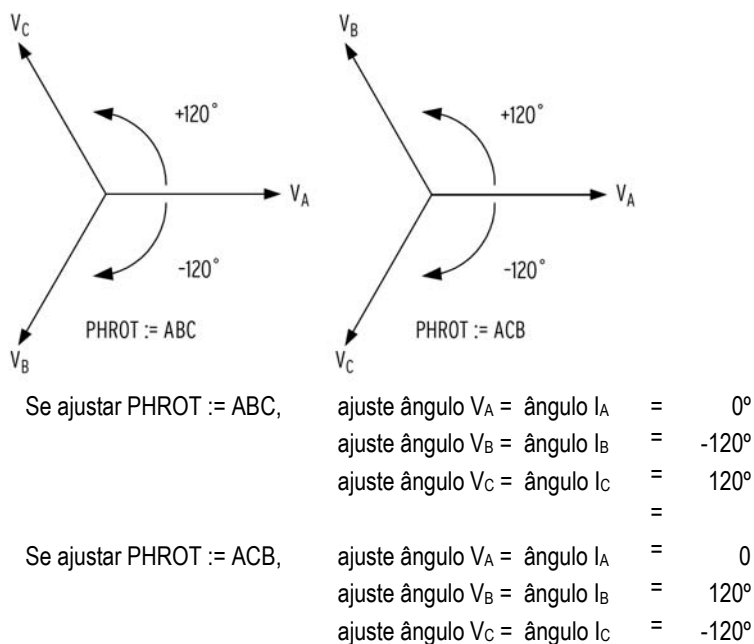

Figura 10.2 Conexões AC Trifásicas / Ligação Estrela
- b. Se você parametrizar o relé para aceitar tensões fase-terra (DELTA_Y := WYE), ajuste os ângulos de fase de tensão e/ou corrente conforme mostrado na Figura 10.2.
Etapa 3. Ajuste os ângulos das correntes de fase para aplicar correntes trifásicas equilibradas de acordo com o ajuste **PHROT**. Consulte a Figura 10.2.
- Etapa 3. Ajuste os ângulos das correntes de fase para aplicar correntes trifásicas equilibradas de acordo com o ajuste `PHROT`. Consulte a Figura 10.2.